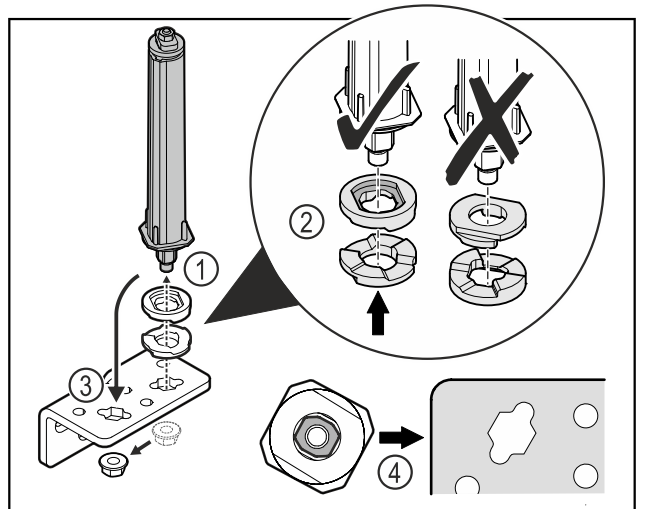

Fig. 30
- Mutter lösen und Türschließsystem entfernen Fig. 30 (1).
- Auf die korrekte Ausrichtung der Höhenverstelleiben achten Fig. 30 (2).
- Türschließsystem im Scharnierwinkel umsetzen und mit der Mutter fixieren Fig. 30 (3).
- Beim Einsetzen auf die korrekte Ausrichtung des Türschließsystems achten Fig. 30 (4).